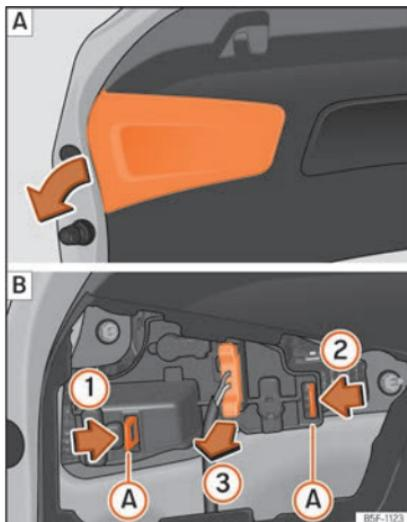

Abb. 117 Abdeckung der Heckklappe entfernen und Lampenträger ausbauen.
- Nehmen Sie die Abdeckung der Heckklappe in Pfeilrichtung ab »» **Abb. 117** **A**.
- Entriegeln Sie die Befestigungslaschen **A** des Lampenträgers in Pfeilrichtung **1** und **2** »» **Abb. 117** **B**.
- Ziehen Sie den Lampenträger in Pfeilrichtung heraus **3** »» **Abb. 117** **B**.
- Bauen Sie den Lampenträger ein und achten Sie darauf, dass die Halteclips **(A)** » Abb. 117 **(B)** richtig befestigt sind.